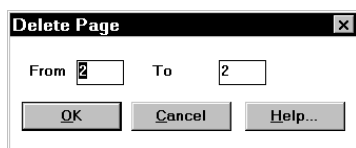

Figura 10. Cuadro de diálogo para eliminar páginas
- 9) **Delete Page...** (Eliminar una página). Esta opción provoca la aparición del cuadro de diálogo de la Figura 10 que permite eliminar una o varias páginas del esquema.